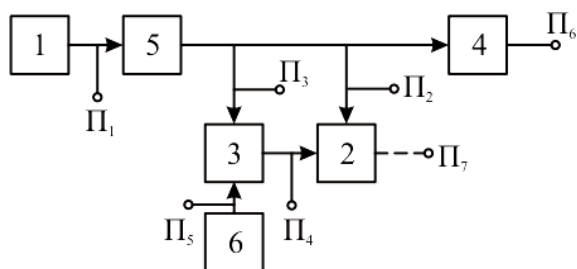

Рисунок 7.12 – Функциональная схема стабилизатора напряжения
Задача 34. Основными функциональными элементами стабилизатора постоянного напряжения (рисунок 7.12) являются: выпрямитель (1), регулирующий элемент (2), управляющий элемент (3), нагрузка (4), гасящее сопротивление (5), источник эталонного напряжения (6). Предусматривается проведение 6 тестовых проверок для оценки